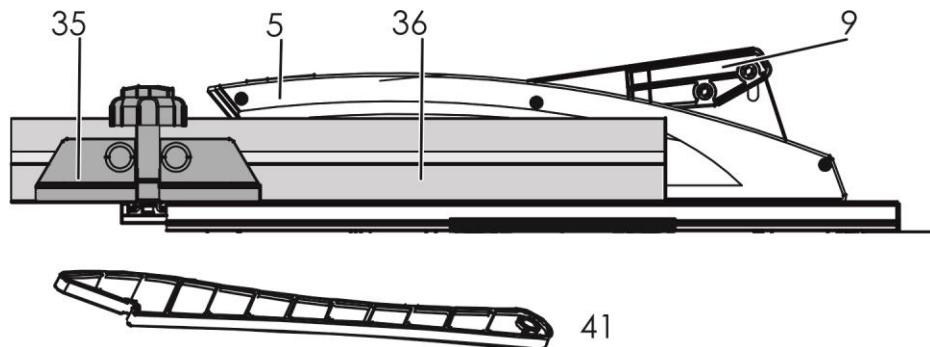

Рис.10. Вид с правого торца.
**Всегда при работе с узкими заготовками, для подачи заготовки используйте толкатель (41) (рис.10).**
- Ослабьте зажимные винты (30), передвиньте параллельный упор вперёд, до середины рабочего стола, затяните зажимные винты;
- Ослабьте фиксатор (32), передвиньте параллельный упор, влево либо вправо, исходя из необходимой ширины распила. Ширина распила устанавливается согласно шкалы рабочего стола;
- Положите, выбранную для пробного распила, заготовку на рабочий стол перед защитным кожухом (5) (рис.10);
- Включите пилу, нажатием кнопки (2);
- С помощью толкателя (41), входящего в комплект, подайте заготовку вперёд по направлению к пильному диску, защитный кожух открывается сам, при подаче заготовки;
- При производстве распила всегда доводите заготовку до конца распорного клина (9) (рис.10);
**Никогда не снимайте защитный кожух настольной пилы (5). Никогда не откидывайте его вручную, он открывается автоматически. Никогда не используйте пилу с неисправным, повреждённым кожухом.**